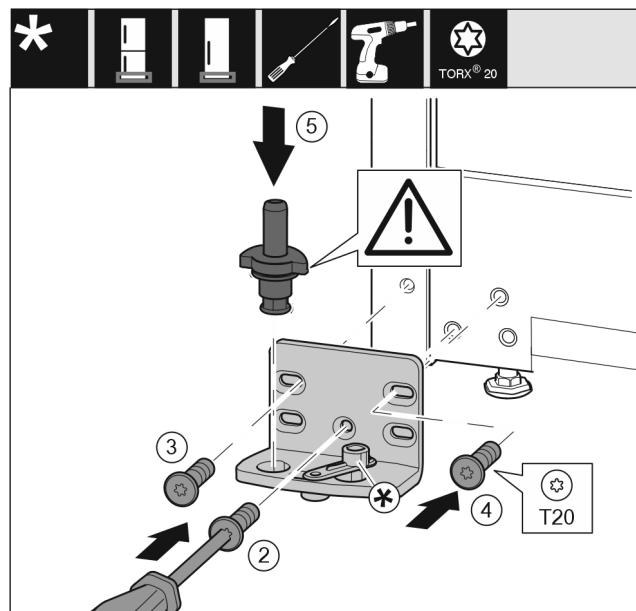

Fig. 18
- Nasadte ložiskovú konzolu na druhú stranu a priskrutkujte ju pomocou skrutkovača. Začnite skrutkou Fig. 18 (2) dole v strede.
- Pevne utiahnite skrutku Fig. 18 (3) a skrutku Fig. 18 (4).
- Úplne nasadte ložiskový čap Fig. 18 (5). Dbajte pritom na to, aby zaistovací doraz ukazoval smerom dozadu.